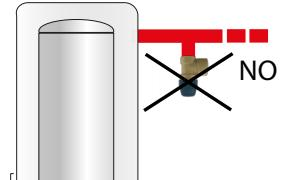

Fig. 1
- Installez la soupape en position verticale ou horizontale, mais pas à l'envers, pour éviter que la déposition éventuelle d'impuretés qui pourrait en affecter son bon fonctionnement (fig.1).
Les fig. 1,2,3 se rapportent à la fois aux soupapes bleues et rouges.